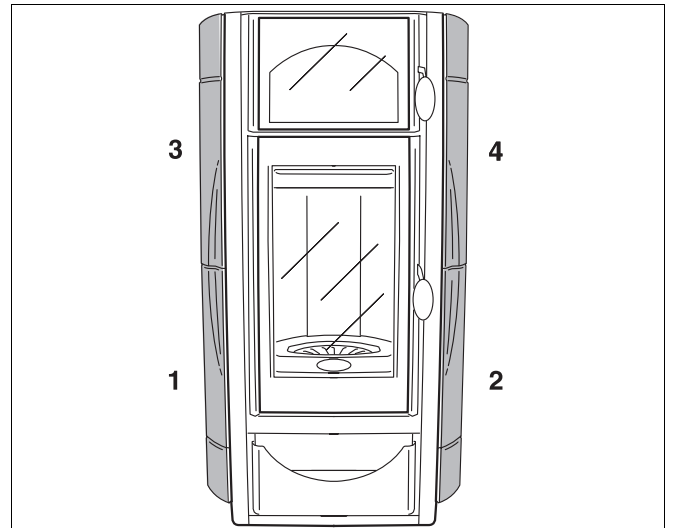
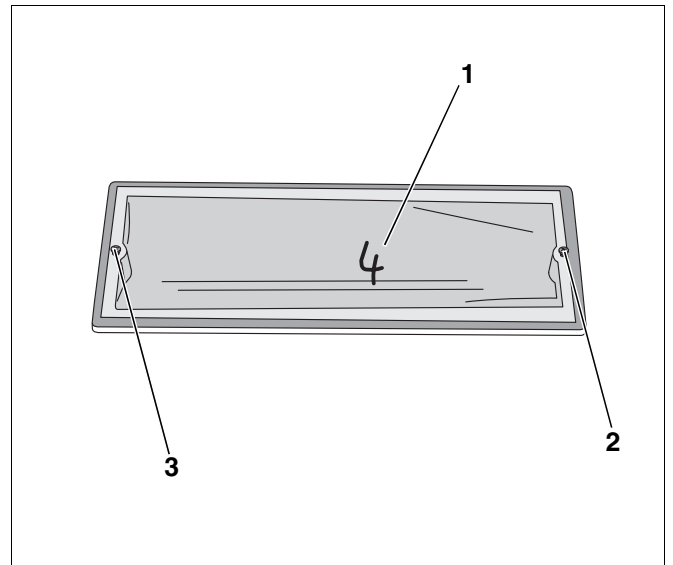

Abb. 37 Positionen der Kacheln (blueline 5)
Abb. 38 Kachelrückseite, Kachel Nr. 4
- Die Kacheln sind auf der Rückseite nummeriert (Abb. 38, **Pos. 1**). Halten Sie unbedingt die Reihenfolge der Nummerierung ein (Abb. 37).
- Mitgelieferte Schrauben in die Bohrungen auf den Kachelrückseiten (Abb. 38, **Pos. 2 und 3**) eindrehen.